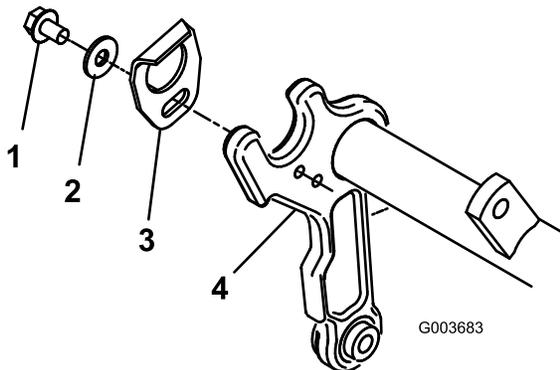

Bild 2
**Hinweis:** Positionieren Sie die Teile, wie in Bild 2 dargestellt.